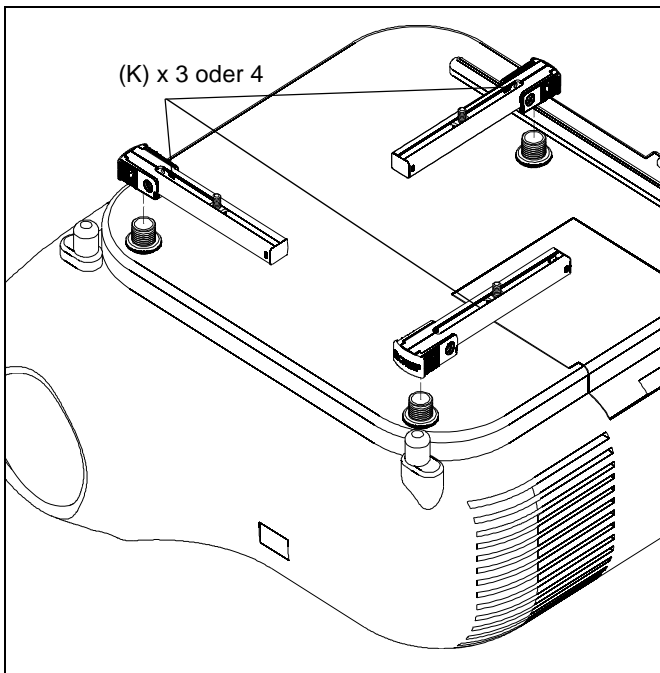

Abb. 16
- Platzieren Sie die SLMU-Beine (B) über den Schraubadaptern mit den Höheneinstellmuttern. (Siehe Abb. 16)